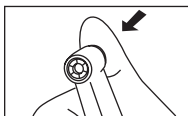

Fig. 1
(1) Conexión
- Pulse el botón pulsador para abrir el portabrocas. (Fig.1)